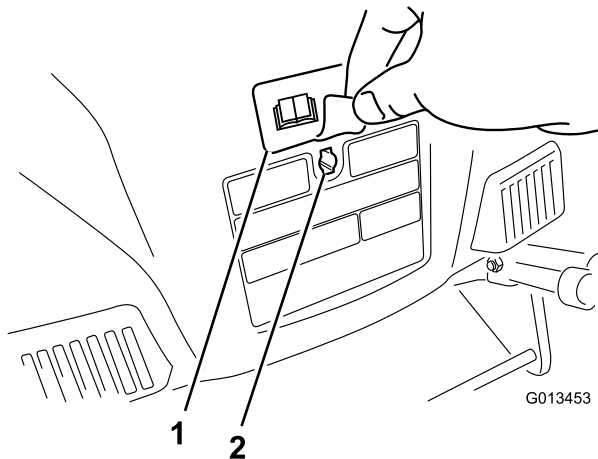

Bild 5
3. Entfernen Sie den Aufkleber, mit dem das gekeilte Loch hinten am Gehäuse abgedeckt ist (Bild 5).